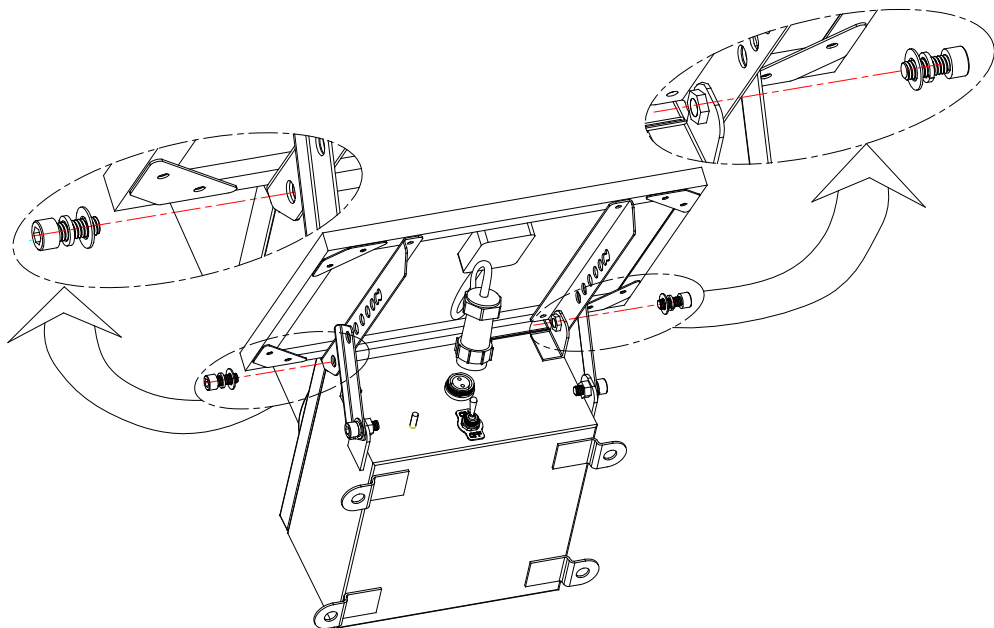

图 2
- a. 首先用两套 M8 的内六角螺钉组合件（螺钉、弹垫、平垫）把太阳能电池板和箱体连接在一起；如图 2 所示；注意：保证二者连接在一起即可，螺钉无需拧紧。